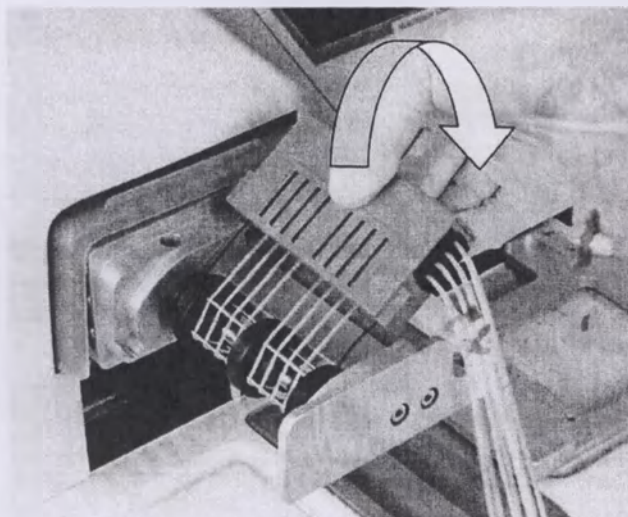
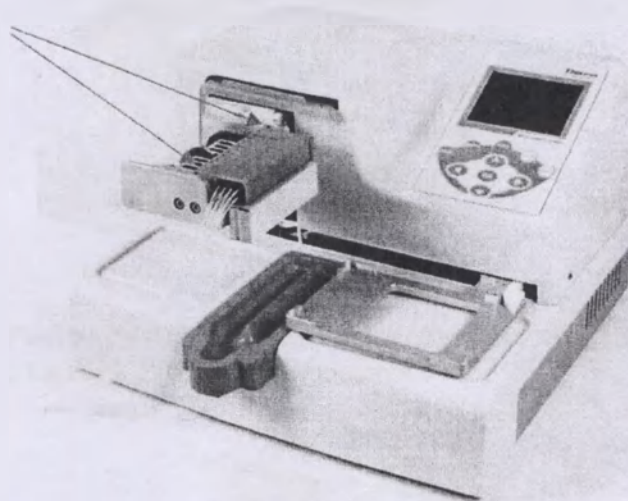

Рисунок 4-13. Установка верхней части кассеты для диспенсирования
Рисунок 4-14. Нижняя и верхняя части кассеты для диспенсирования, равномерно вставленные в соответствующие пазы.
3. Крепко зажмите правой рукой верхнюю часть кассеты для диспенсирования и осторожно протягивайте трубки вокруг ротора насоса до тех пор, пока верхняя часть кассеты не достигнет предназначенных для нее пазов в корпусе насоса и не войдет в них (рисунок 4-13). Другой рукой крепко держите прибор.
4. Повторно проверьте, правильно ли вставлены верхняя и нижняя часть кассеты в соответствующих пазах (рисунок 4-13 и рисунок 4-14).